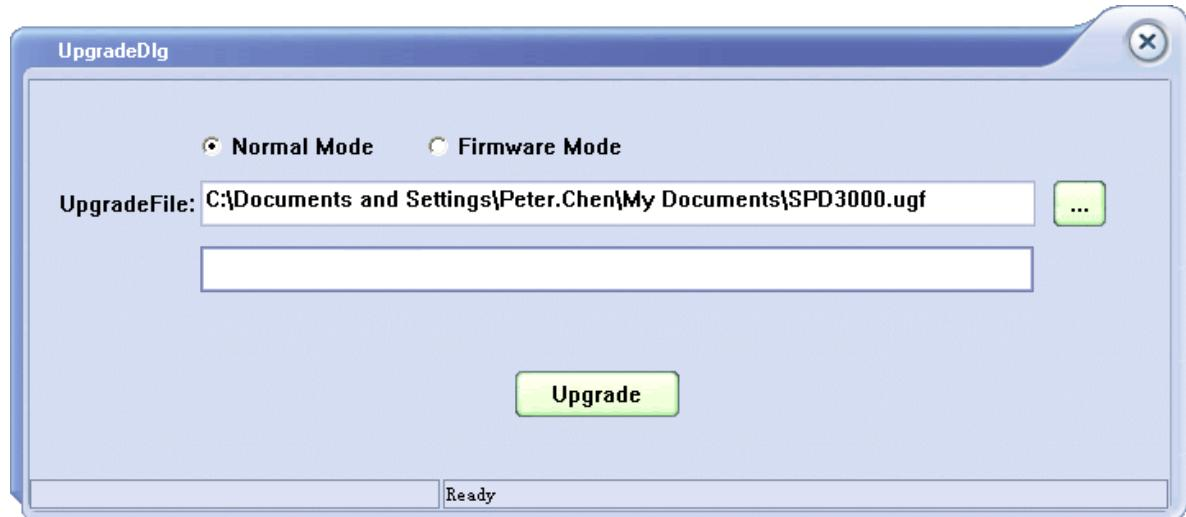

Figure 4
- Como se muestra en la imagen 4, pulse el botón de actualizar para comenzar la actualización. La actualización concluirá cuando la barra de progreso esté completada y el aparato utilizará la versión actualizada.